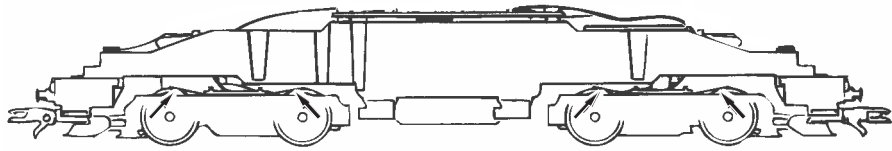

Fig. 6
3. Haftreifenwechsel: Zuerst den Getriebedeckel abnehmen (Fig. 6). Danach den **Radsatz** herausnehmen und die **Haftreifen** mit einer Nadel od. mit einem feinen Schraubendreher abziehen (Fig. 6). Beim Aufziehen der neuen Haftreifen darauf achten, dass diese sich nicht verdrehen.
3. Change of traction tyre: Remove the gear cover (fig. 6). Take out **wheel set** and remove **traction tyre** using a pin or a fine screwdriver (fig. 6). When pressing on the new traction tyre please **avoid twisting it**.
1. Nettoyage des lames de courant aux roues: Les lames de contacts risquent de s'encrasser rapidement sur des voies poussiéreuses. Veuillez **enlever la poussière** aux endroits marqués à la fig. 6 à l'aide d'un petit pinceau souple.
3. Échange des bandages d'adhérence: Démontez d'abord **le couvercle du carter des engrenages** des engrenages (fig. 6). Délogez ensuite les essieux bandagés et enlevez, à l'aide d'une aiguille ou d'un tourne-vis fin, les bandages d'adhérence (fig. 6). Lors du montage des nouveaux bandages veuillez veiller à ce que les bandages **ne soient pas tordus**.